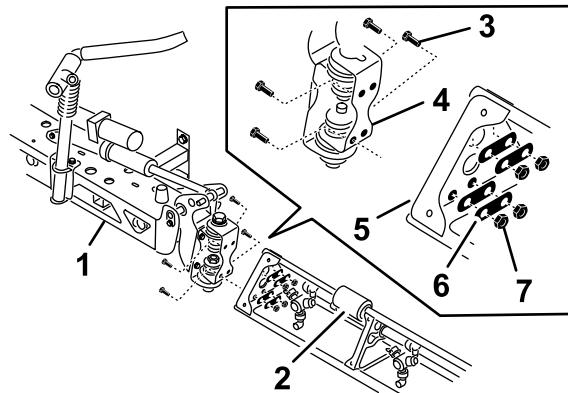

Bild 40
2. Drehen Sie jede Schwenkhalterung am Ende des mittleren Auslegerabschnitts so, dass die Halterungen vertikal ausgeflacht sind (Bild 40).
4. Montieren Sie die Scharnierplatte mit vier Bundkopfschrauben, vier Stützplatten und vier Sicherungsbundmuttern (Bild 40), die Sie in Schritt 1 entfernt haben, an der dreieckigen Platte.
6. Fluchten Sie das Stangenende des Auslegerhubzylinders mit den Löchern im Horn der Schwenkhalterung aus (Bild 40)
7. Befestigen Sie das Stangenende der Schwenkhalterung mit einem Lastösenbolzen und einem Splint (Bild 40).